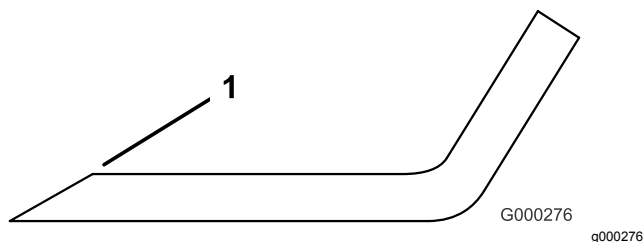

Figura 133
4. Afie as extremidades de corte se estas apresentarem sinais de desgaste ou ranhuras (Figura 133).